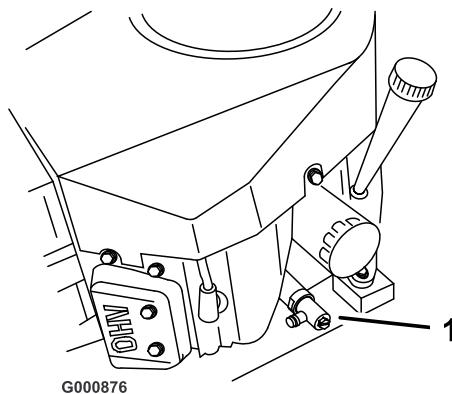

Bild 25
5. Schieben Sie den Ablassschlauch auf das Ölabblassventil (Bild 25).
6. Stellen Sie eine Auffangwanne unter den Ölabblassschlauch. Öffnen Sie das Ventil entweder mit einem Flachschaubenschlüssel oder einem 10 mm Schlüssel (Bild 25).
7. Drehen Sie das Ventilende nach links, um das Ventil zu öffnen (Bild 25).
8. Drehen Sie nach dem kompletten Ablauen des Öls das Ablassventil nach rechts, um es zu schließen (Bild 25).
10. Reinigen Sie den Bereich um den Peilstab und drehen den Verschlussdeckel ab (Bild 25).
11. Gießen Sie ca. 80 % der angegebenen Ölmenge langsam in den Einfüllstutzen (Bild 25). Siehe „Warten des Motoröls“ unter Warten des Motors, Seite 25.